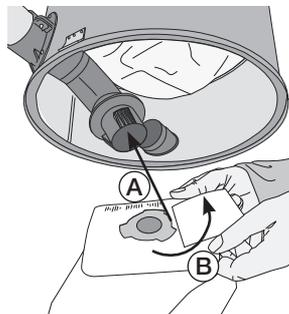

Figure 19
4. Assurer l'étanchéité en insérant le sac jusqu'à la bague de rétention (**figure 19-A**). Effectuer une rotation du sac d'environ 20°, vous assurant que les coches du sac ne sont plus alignées avec les pointes de l'adaptateur (**figure 19-B**).
Ensure adequate sealing by inserting bag as far as the retention ring (**figure 19-A**).
Rotate bag 20° (**figure 19-B**) to ensure tabs on bag adaptor are no longer aligned with the slots in the bag collar.